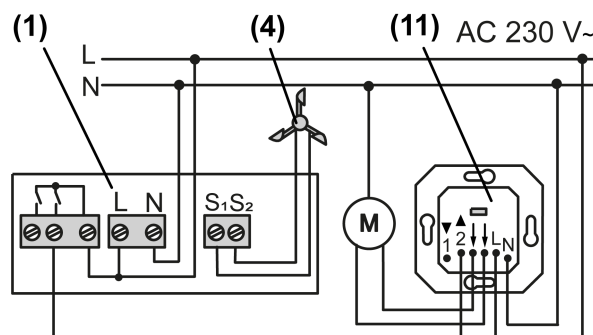

Figure 4: Schéma de raccordement du boîtier de contrôle à la commande de store (11)
- Fixer l'appareil à l'aide de deux vis (10).
- Introduire les câbles dans le boîtier de raccordement et procéder au raccordement conformément au schéma (voir figure 4).
- i** La borne du distributeur (5) sert au raccordement du conducteur de protection.